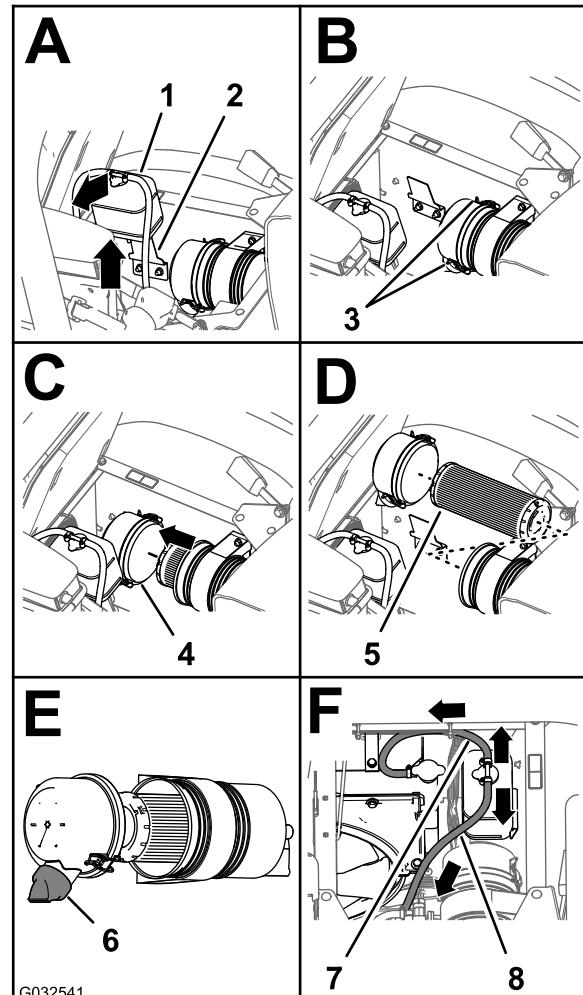

Bild 69
3. Heben Sie den Kühlmittelüberlaufbehälter hoch und von der Behälterstützhalterung ab (Bild 69).
4. Lösen Sie die zwei Riegel, mit denen der Staubdeckel am Luftfiltergehäuse befestigt ist (Bild 69).
6. Wischen Sie die Innenseite des Staubdeckels, des Luftfiltergehäuses und des Staubventils mit einem feuchten Lappen ab (Bild 68 und Bild 69).
7. Setzen Sie den neuen Luftfiltereinsatz in das Luftfiltergehäuse ein (Bild 69).
- Setzen Sie die Abdeckung auf das Luftfiltergehäuse und befestigen die Abdeckung mit den zwei Riegeln (Bild 69).
**Hinweis:** Stellen Sie sicher, dass das Staubventil zwischen der 5-Uhr- und 7-Uhr-Stellung ist (aus Sicht vom Ende) (Bild 69).
- Fluchten Sie den Kühlmittelüberlaufbehälter mit der Behälterstützhalterung aus und setzen den Behälter fest ein (Bild 69).
**Wichtig:** Stellen Sie sicher, dass der Druckbegrenzungsschlauch nach vorne und unten und der Behälterentlüftungsschlauch nach hinten verlegt ist, wie in Bild 69 abgebildet.